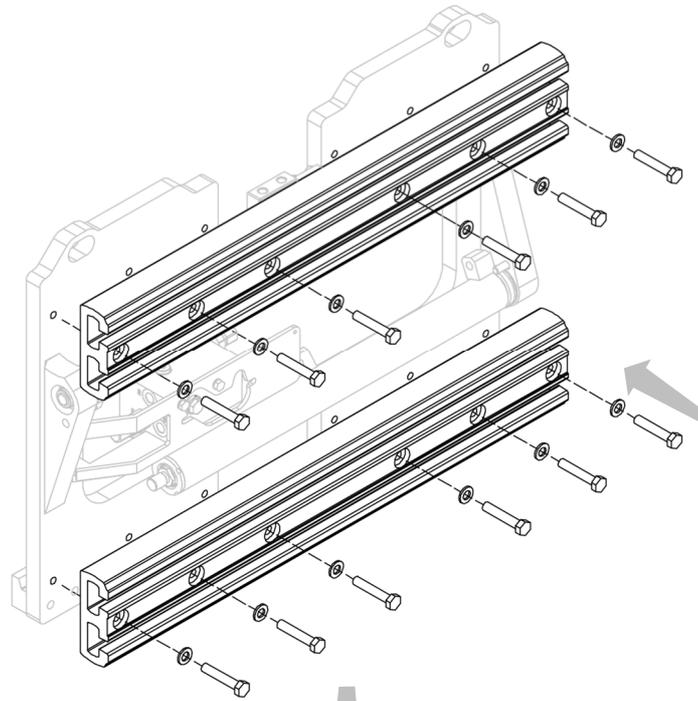
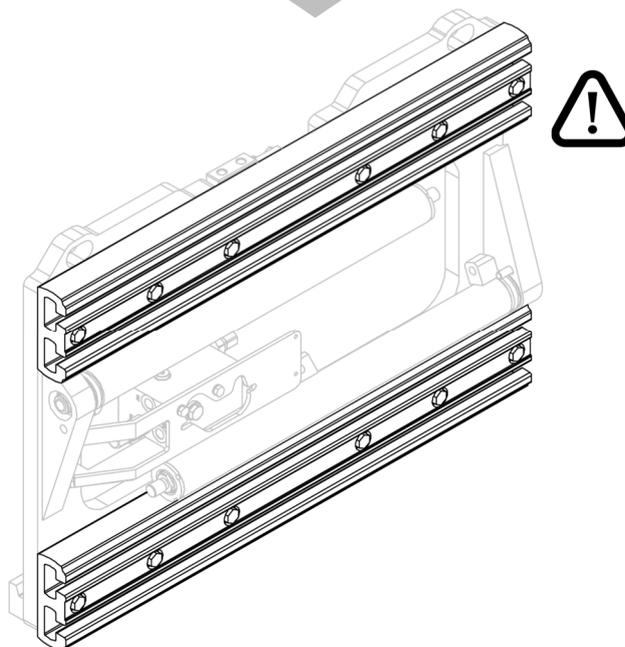

Figure 9
Figure 10
2. Installer, un par un, les profilés en aluminium à l'aide des vis prévues à cet effet (voir *Figure 9* et *Figure 10*).